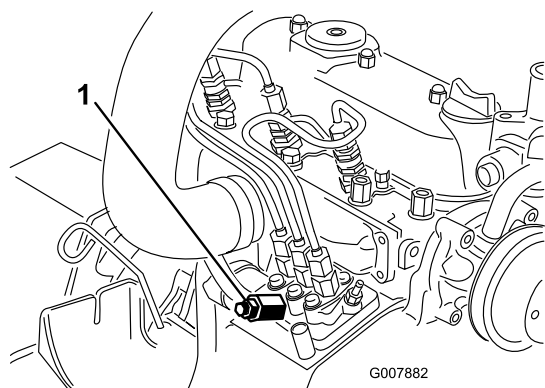

Figure 40
3. Placez un chiffon sous la vis de purge d'air sur la pompe d'injection et ouvrez-la (Figure 40).